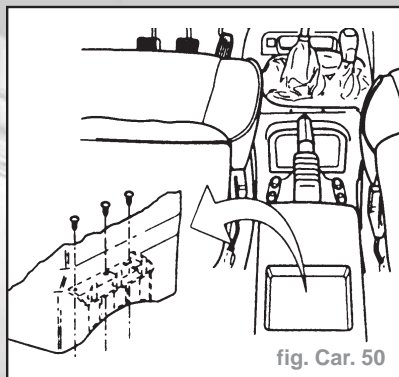

fig. Car. 50
- la console arrière de la fixation - trois vis (fig. Car. 50).